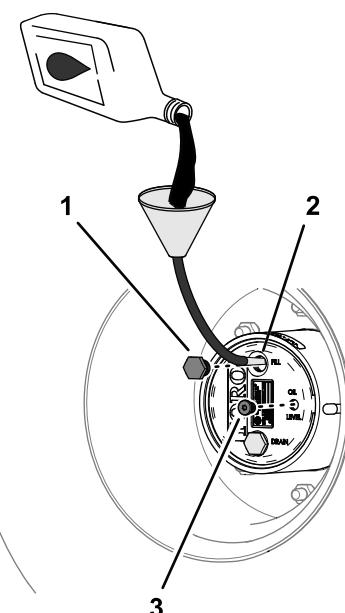

図 86
4. オイルの量が少ない場合は、補給プラグを取り、点検穴からあふれ出てくるまで所定のオイルを補給する図 86 プラネタリギアドライブの潤滑油の仕様 (ページ 62)を参照。
6. 補給プラグと点検プラグを取り付ける図 86。
1. 補給プラグの穴から、新しいオイルをゆっくりと入れる図 86 プラネタリギアオイルの点検 (ページ 62)を参照。
3. 補給プラグと点検プラグを取り付ける図 86 プラネタリギアオイルの点検 (ページ 62)を参照。